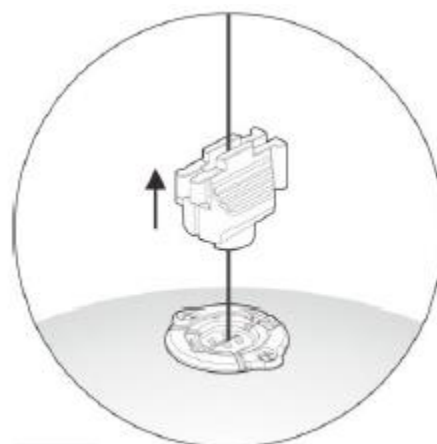

IMAGEN 12: Retire la abrazadera Touch-loc.
5. Retire con cuidado la abrazadera del Touch-loc y la cánula (Imagen 12)